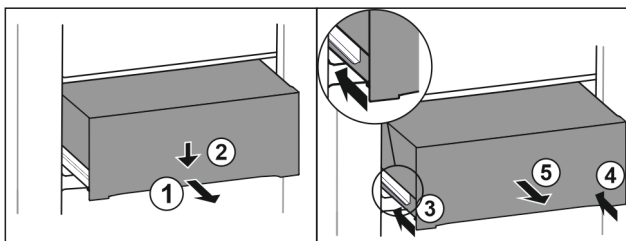

Fig. 112
- Predal izvlecite do polovice. Fig. 112 (1)
- Predal na sprednji strani potisnite navzdol. Fig. 112 (2)
- Levo vodilo potisnite približno 2 cm noter. Fig. 112 (3)
- Desno vodilo potisnite približno 2 cm noter. Fig. 112 (4)
- Predal vzemite ven v smeri naprej. Fig. 112 (5)